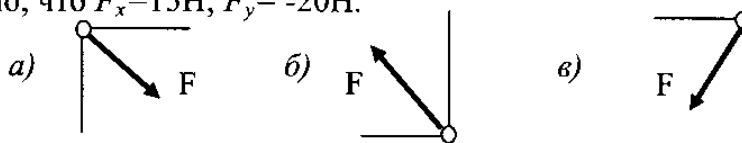

Рис.20
2. Как направлен вектор  $F$  равнодействующей силы (рис.20), если известно, что  $F_x=15Н$ ;  $F_y=-20Н$ .